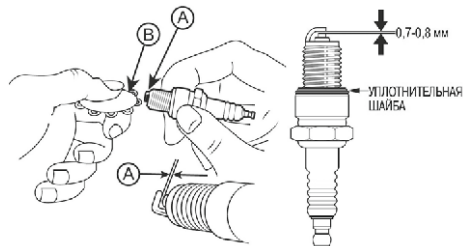

Рис. 22 Обслуживание свечи зажигания
4. Измерьте зазор А между электродами свечи зажигания специальным щупом В. Зазор должен быть 0,7-0,8 мм (Рис. 22). При увеличении или уменьшении требуемого зазора, рекомендуется заменить свечу, так как регулировка зазора может привести к изменению качества искрообразования.
При наличии водопровода рекомендуется промывать корпус газонокосилки водой. На корпусе газонокосилки установлен коннектор 1 (Рис. 22) для подключения поливочного шланга. Для очистки внутренней части корпуса газонокосилки присоедините шланг к коннектору, запустите двигатель газонокосилки и подайте воду. Дайте поработать двигателю несколько минут.